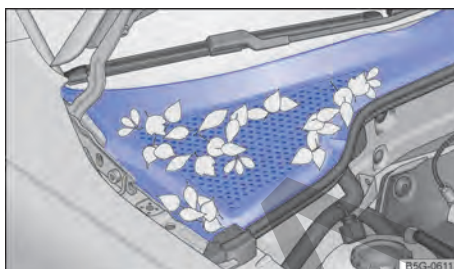

Fig. 203 Entre el compartimento del motor y el parabrisas: caja de agua (representación esquemática).
- La caja de aguas está ubicada en el compartimento del motor, entre el parabrisas y el motor, y bajo una cubierta perforada → fig. 203. El aire ambiente es aspirado de la caja de aguas al interior del vehículo por medio del sistema de calefacción y ventilación o del aire acondicionado.